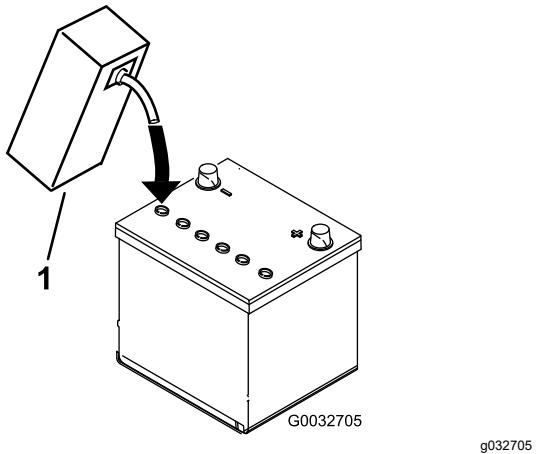

Рисунок 8
3. Осторожно заливайте электролит в каждую ячейку до уровня над пластинами примерно 6 мм (Рисунок 8).
4. Подождите примерно 20-30 минут, пока электролит не впитается в пластины. При необходимости доливайте электролит до уровня, не доходящего примерно 6 мм до низа заливного отверстия (Рисунок 8).